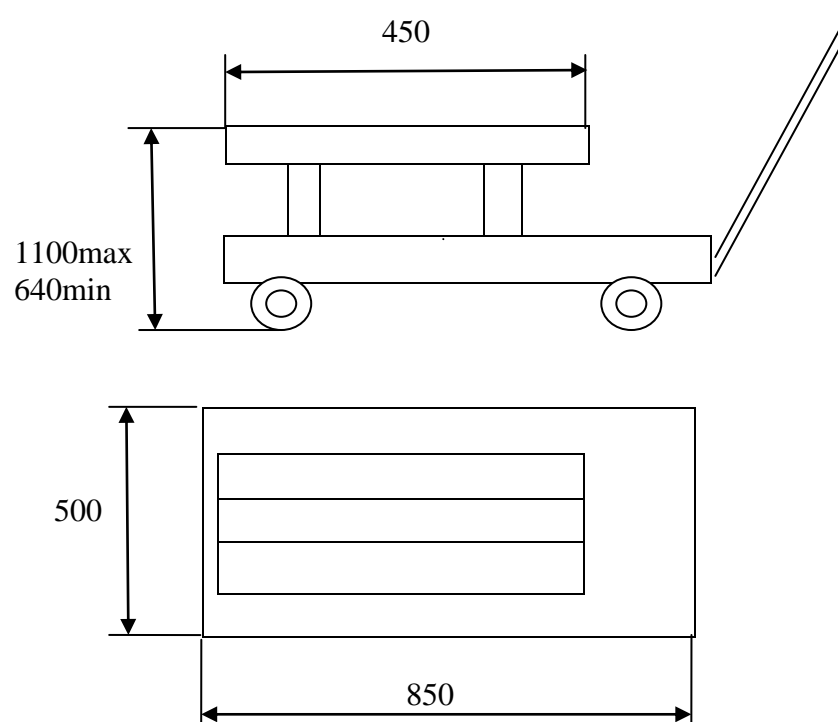

Рисунок 3 – Тележка подъемная для съема обмоток
- для установки и съема обмоток должно быть предусмотрено под рабочей зоной намотки свободное пространство для подвода подъемной тележки под обмотку (габаритные размеры тележки – рисунок 3)